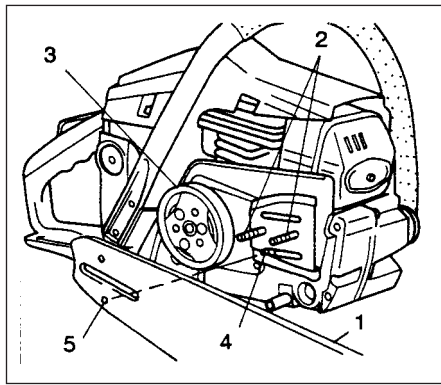

Fig.1-1
1. Demontera sidokåpan genom att skruva ut två av styrningsstångens spännmuttrar och montera svärd (1) på bultarna (2), och tryck sedan svärd mot drevet (3) så långt det går. Kontrollera att tappen för kedjespännarens justeringsbult (4) passas in i hålet i svärdet (5). (Fig. 1-1)